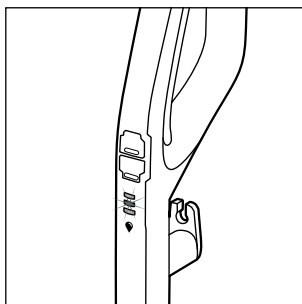

Afb. 17
- ♦ Druk op de schakelaar tapijtvloer  **13** om het apparaat in te schakelen (zie afb. 17). De LED van de schakelaar tapijtvloer  **13** licht blauw op.
- ▶ Als u bij het reinigen van tapijtvloeren op de schakelaar schoonmaakmiddel ⑮ drukt, wordt in vergelijking met het reinigen van harde vloeren twee keer zoveel schoonmaakmiddel over de borstelrol ⑥ verdeeld.
- ▶ De tapijtvloer droogt na het reinigen sneller als u meerdere malen over de tapijtvloer gaat met het apparaat. Activeer daarbij niet de continusprayfunctie en houd de schakelaar schoonmaakmiddel ⑮ niet ingedrukt.
- ◆ Druk opnieuw op de schakelaar tapijtvloer  ⑮ om het apparaat uit te schakelen (zie afb. 17).